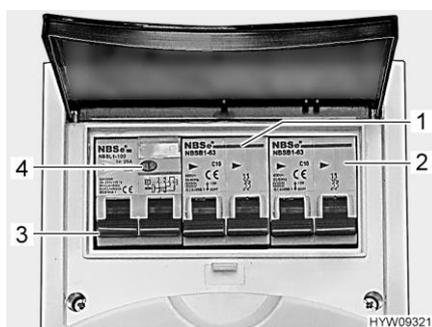

Fig. 101 Interruttore di sicurezza e
Un interruttore di sicurezza per correnti di guasto (interruttore automatico FI) (Fig. 101,3) nella scatola dei fusibili protegge l'intero veicolo da correnti di guasto (30 mA).
L'interruttore di sicurezza collegato in serie (10 A) (Fig. 101,1) protegge le prese da 230 V, la centralina elettrica, il caricabatteria supplementare e il frigorifero.
Per veicoli con accessori opzionali, p. es. l'impianto di climatizzazione a tetto, un ulteriore interruttore di sicurezza (16 A) (Fig. 101,2) protegge l'apparecchio.
- Se il veicolo è collegato all'alimentazione a 230 V, premere il tasto di controllo (Fig. 101,4). L'interruttore di sicurezza per correnti di guasto (FI) deve scattare.